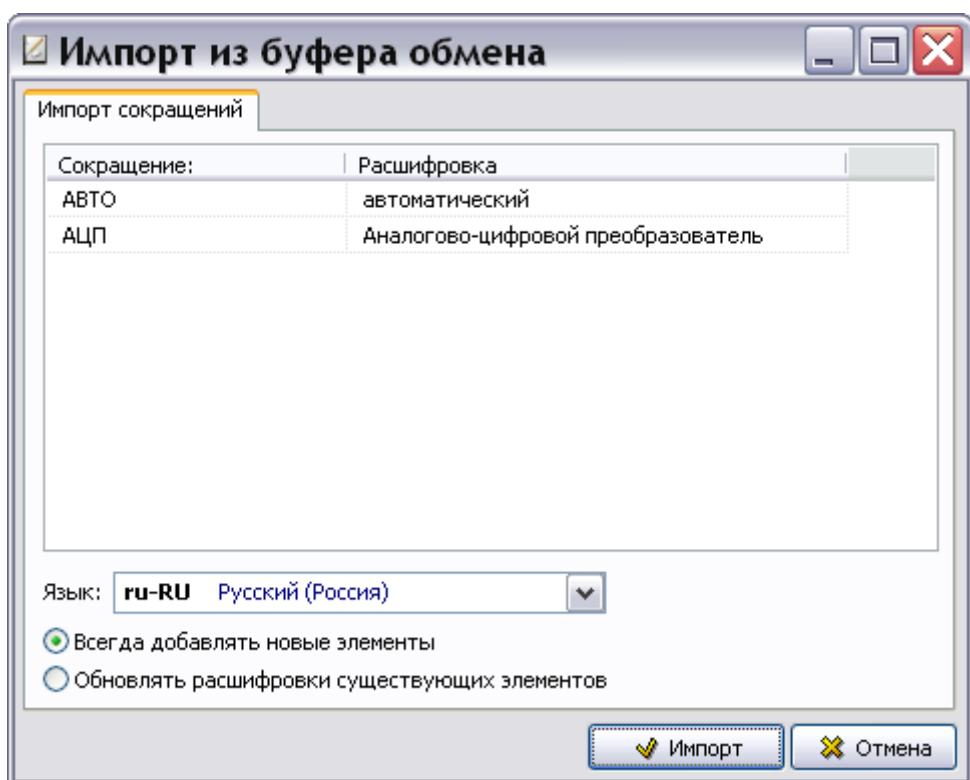

Рис. 7.12
- На инструментальной панели правого окна нажмите на кнопку **Импорт из буфера обмена** . После этого появится диалоговое окно **Импорт из буфера обмена** (Рис. 7.12).